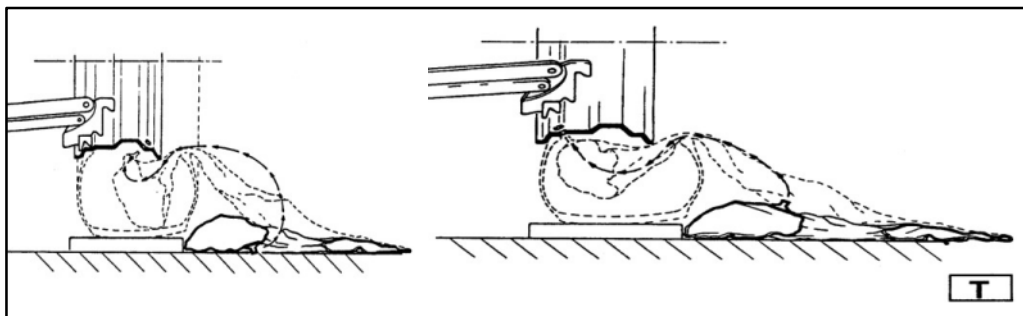

Bild 19
- 3) Sätt klinchlossningsbrickan på samma nivå med fälgen (Bild 19/W).
- 5) Repetera åtgärden, men sätt denna gång klinchlossningsbrickan mot låsringen (Bild 19/Z) tills låsringen är löst. Lös låsringen med däckjärnen (19, Bild 19/Z) eller med hjälp av klinchlossningsringen.
- 5) Repetera den föregående punkten, men rör denna gång brickan emot låsringen (Bild 19/Z) tills låsringen är lös. Låsringen kan lösas med däckjärn (19, Bild 9/Z) eller med klinchlossningsbrickan.